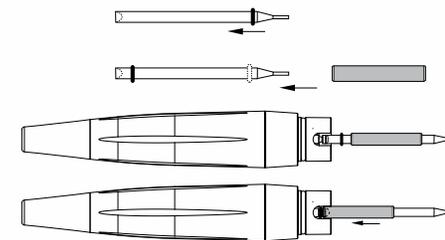

Fig. 6 Remplacement du joint torique
- Remplacer le joint torique (situé dans la partie arrière (voir Fig.6) lorsqu'il est endommagé ou usé; dans tous les cas au moins une fois par an.